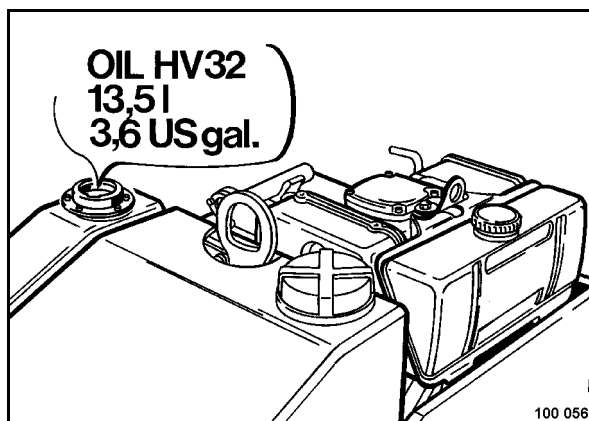

Рис. 85
- Залить новое масло для гидросистемы (Рис. 85); при этом не вынимать сменный фильтрующий элемент сетчатого фильтра.